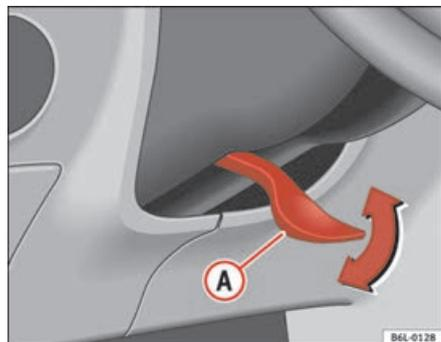

Fig. 97 Regulação da posição do volante
- Virar para baixo a alavanca **A** ⇒ fig. 97 por baixo da coluna da direcção ⇒ **!**.